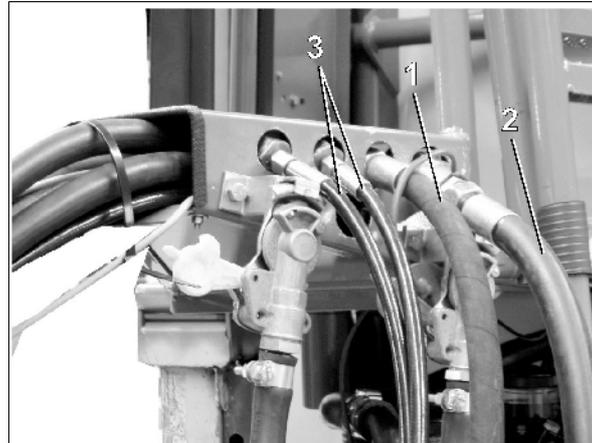

Fig. 21
- Conduite flexible hydraulique (conduite pression P) (Fig. 21/1) raccordée à un raccord hydraulique doté d'une comande simple effet.
- Conduite flexible hydraulique (conduite de retour N) (Fig. 21/2) raccordée à un raccord hydraulique avec un retour libre
- Branchez les conduites de flexible hydraulique (Fig. 21/3) pour béquille hydraulique à une commande hydraulique double effet.